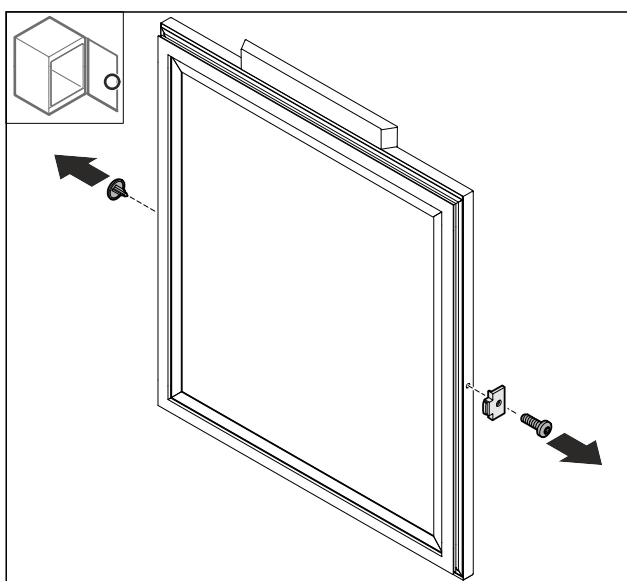

Fig. 77
- Retirer le cache Fig. 77 (1).
- Démonter la butée de porte Fig. 77 (2).